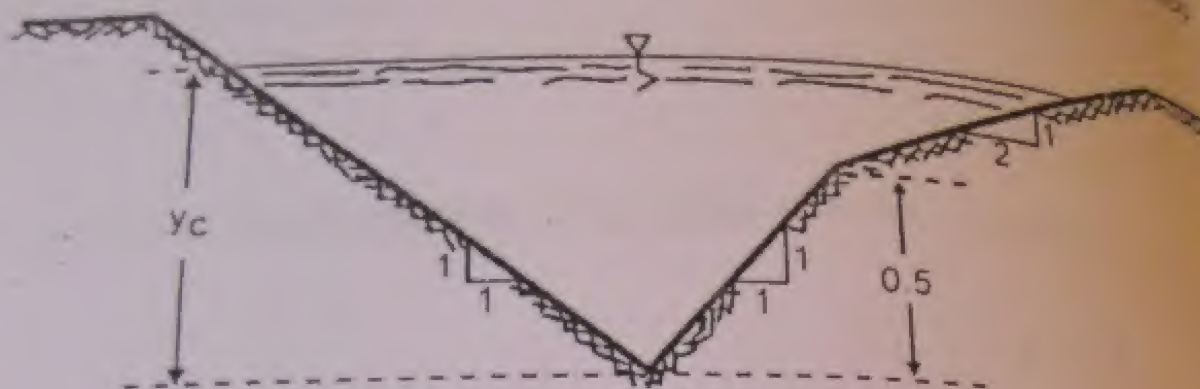

Figura 30. Sección transversal de la alcantarilla
68. Una alcantarilla de una carretera está construida según se muestra en la figura 30.